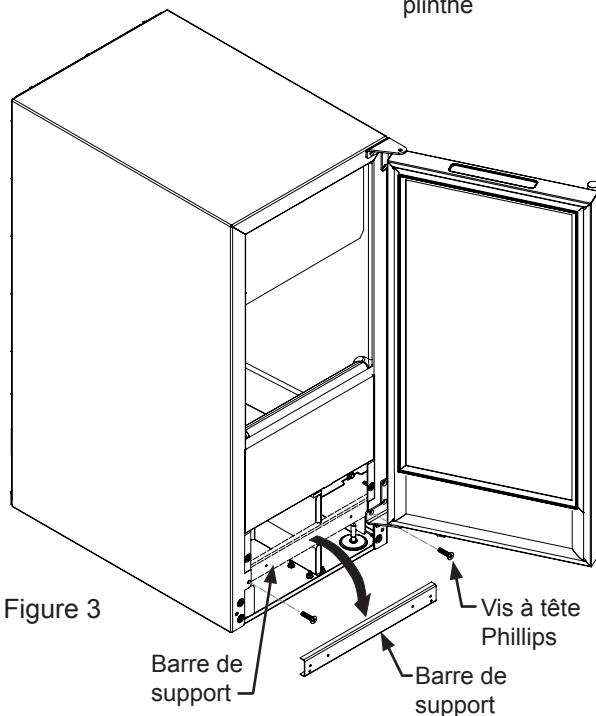

Figure 3
3. Ôtez la barre de support en enlevant les 2 vis à tête Phillips (Voyez la Figure 3).